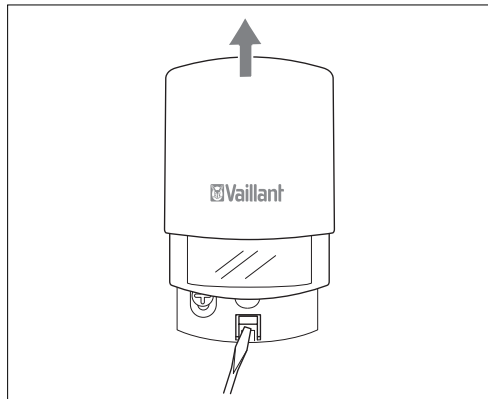

Abb. 3.1 Funkaußenfühler demontieren
- ⇒ Führen Sie einen Schraubendreher unten in die Rastlasche des Wandsockels. Ziehen Sie den Funkaußenfühler nach oben vom Wandsockel ab (s. Abb. 3.1).